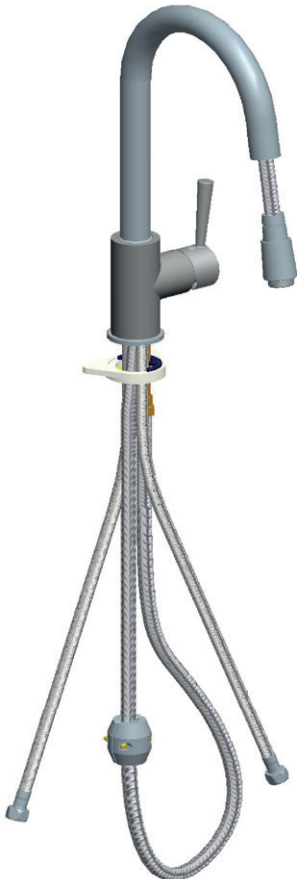

Fig. 4: Montering af kontravægt.
4. Fastgør kontravægten på den udtrækkelige inder-slange som vist på fig. 4. **OBS!** Hvis kontravægten ikke placeres korrekt, vil den automatiske tilbagetrækning af strålehovedet ikke fungere.